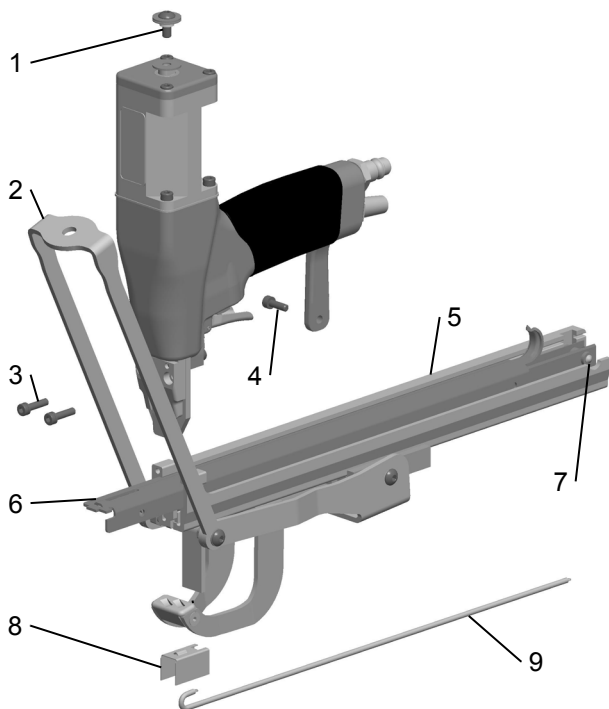

Fig. 6
- Demontera skruv (Fig. 6/1) som håller dragstången (6/2).